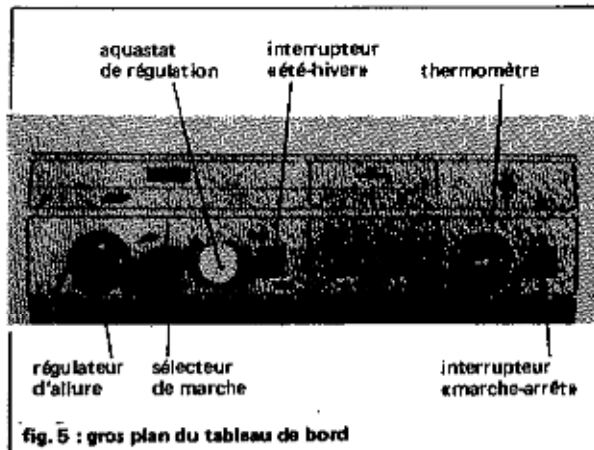

fig. 5 : gros plan du tableau de bord
Le système de régulation de LA PRÉVOYANTE permet, le cas échéant, d'obtenir un relais automatique, c'est-à-dire une remise en route automatique du brûleur, dès que le foyer à combustible solide n'est plus à même d'assurer la puissance calorifique demandée par le chauffage (fig 5).
- un système de régulation pour combustible solide constitué d'un régulateur d'allure (fig 21) agissant directement sur l'arrivée d'air primaire au foyer et cela par l'intermédiaire d'un volet placé sur la porte de cendrier. La régulation du brûleur est obtenue par un aquastat réglable par l'utilisateur (fig 5) et un aquastat de sécurité calibré à 90°C. Le tableau de bord est complété d'un interrupteur MARCHE-ARRET et d'un sélecteur de fonction : combustible solide ou brûleur ; un thermomètre indique la température de l'eau dans le générateur, (fig 5).
Le tableau de bord regroupe les différents organes de commande et de régulation (fig 5).
Enlever le tableau de bord (clilage) et monter l'ensemble du régulateur, sans séparer ses éléments, sur le manchon placé dans l'angle avant gauche du générateur (fig 5).